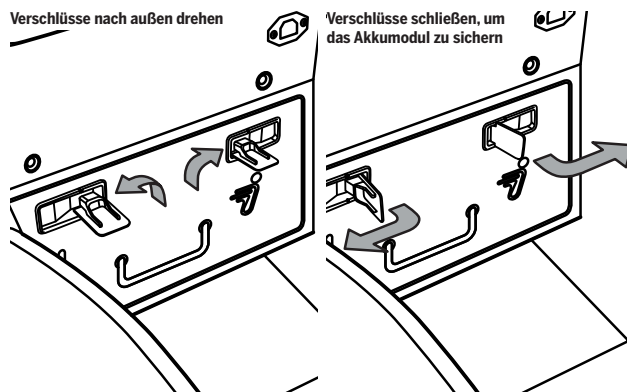

Abbildung 36: Drehen und schließen Sie die Verschlüsse des Akkumoduls
4. Drehen Sie die Verschlüsse und klappen Sie sie herein (**Abbildung 36**), um das Akkumodul zu sichern.